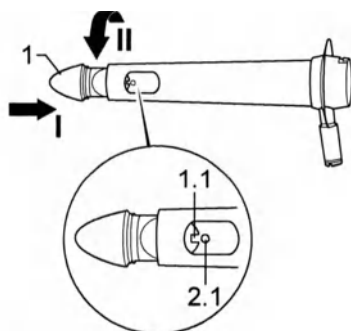

Рис.2
- ◇ Ввести паз (1.1) в направляющий штифт (2.1) до упора (I) (рис. 2).
- ◇ Накрутить навинчиваемый obturатор (1) по направлению стрелки (II) на тубус проктоскопа (рис. 2).